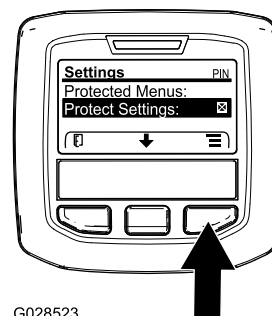

Figura 45
1. Din MENIUL PRINCIPAL, utilizezi butonul din mijloc pentru a derula în jos la MENIUL SETĂRI și apăsai butonul din dreapta (Figura 45).